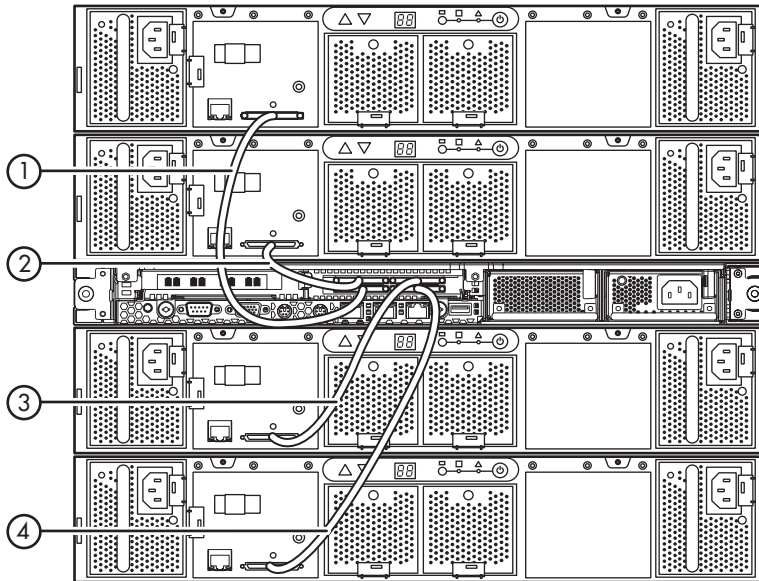

Abbildung 11 Verbinden des VHDCI-Anschlusses an jedem Festplatten-Array mit dem geeigneten VHDCI-Anschluss am Knoten
3. Verbinden Sie den VHDCI-Anschluss jedes Festplatten-Arrays mit dem entsprechenden VHDCI-Anschluss am Knoten (Abbildung 11).